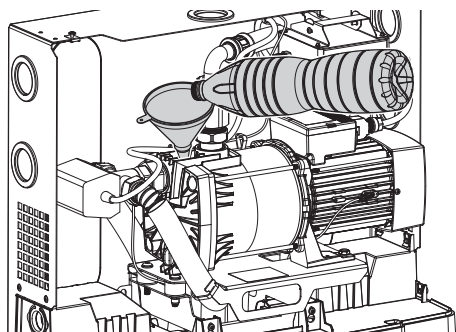

Fig. 21: Napełnianie pompy
2. Napełnić pompę przez lej czystą wodą (Fig. 21).